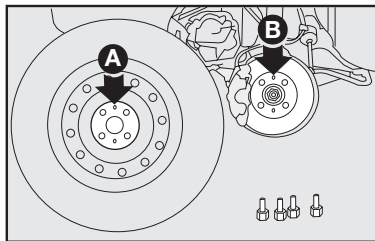

fig. 5
6) Monte la rueda de repuesto, de manera que los tornillos B coincidan con los orificios A-fig. 5.